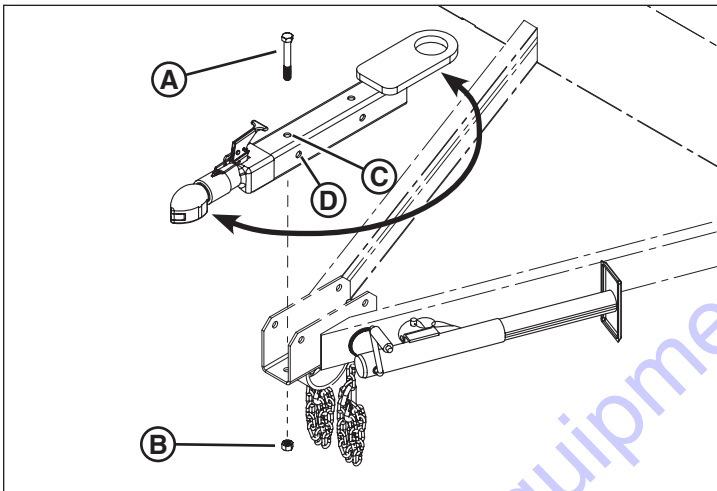

Figura 10
2. Retire los dos tornillos de cabeza hexagonal (A, Figura 10) y las contratuercas (B) que fijan la parte tubular del argollón de contera a la lengua. Deseche las contratuercas.
4. Inserte los dos tornillos de cabeza hexagonal que se retiraron en el paso 1 por los orificios correspondientes en la lengua y por los orificios en la parte tubular del argollón de contera (C, D, Figura 10).